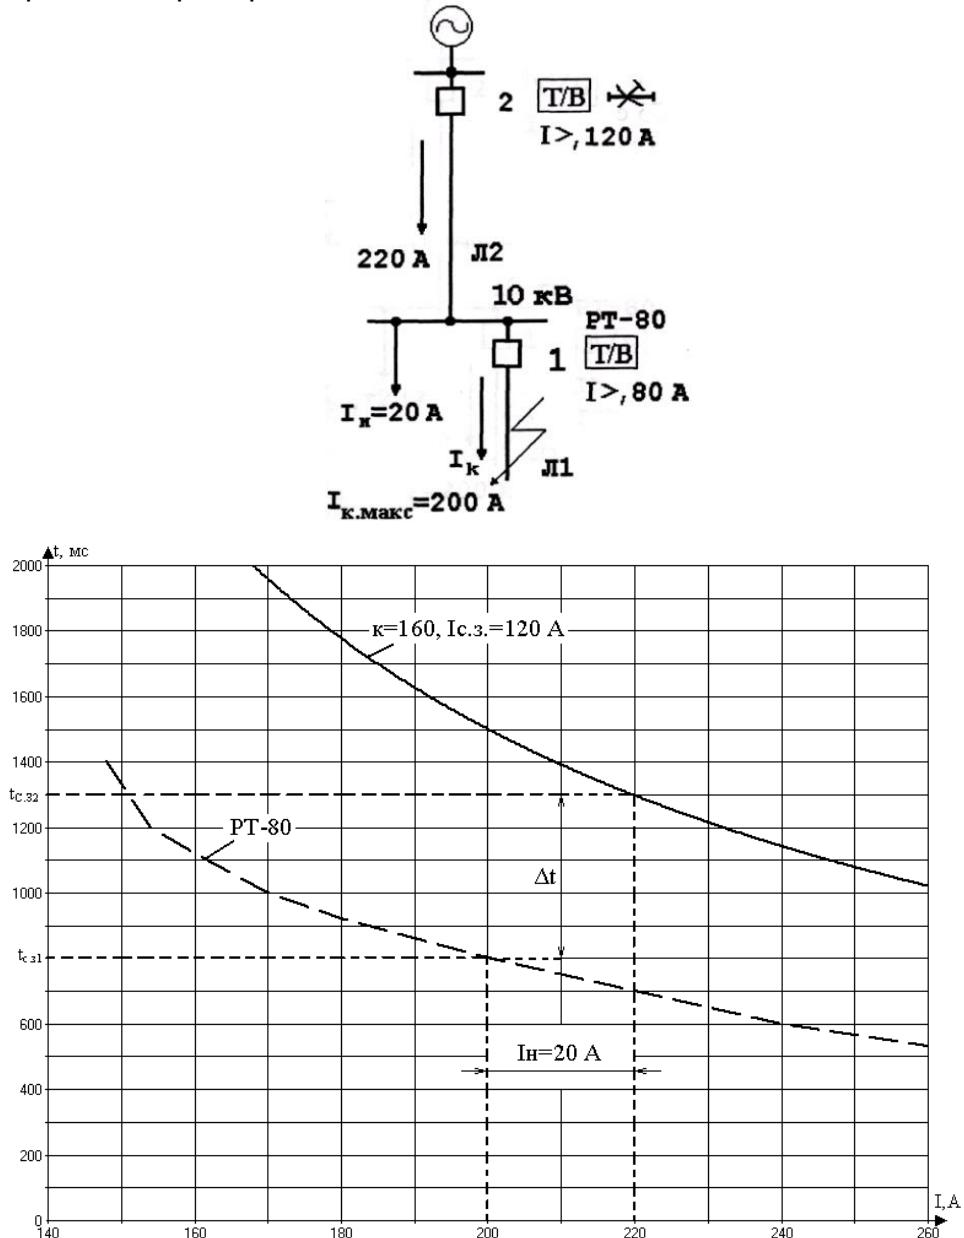

Рисунок 11.8 – Пример согласования характеристик устройств МР 700-й серии и дискового индукционного реле РТ-80
Случай 1. На предыдущей (нижестоящей) линии Л1 установлена защита с индукционным реле РТ-80 с обратнозависимой времятоковой характеристикой (рисунок 11.8) с известными уставками, а на последующей (вышестоящей) линии 2 надо выбрать обратнозависимую характеристику МТЗ. Предположим, что ток срабатывания защиты 2 уже выбран по условиям (1), (2) и (5) и равен, например, 120 А (первичных).